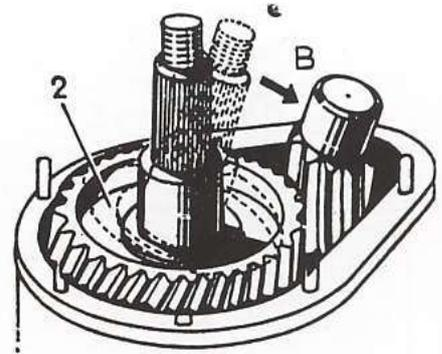
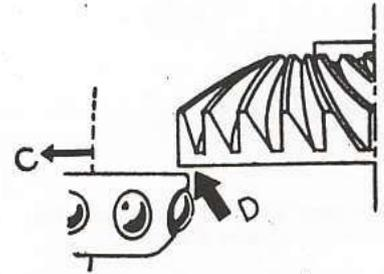

Fig. 75. — Introduction de l'ensemble différentiel
Fig. 76. — Passage du roulement de différentiel sous la roue d'angle
née, présenter l'ensemble différentiel (2) (fig. 75) et l'engager verticalement dans le carter. Puis le faire basculer vers le sommet du carter (flèche B) pour permettre le passage du roulement sous la roue d'angle (D) (fig. 76).